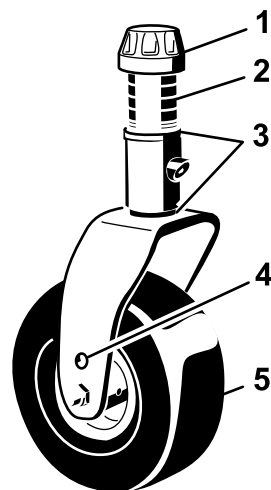

Figure 5
2. Placez les essieux des roues pivotantes dans les mêmes trous sur les deux fourches. Pour choisir les trous correspondants au réglage, reportez-vous à la Figure 5.
3. Enlevez le chapeau de tension de l'axe de pivot (Figure 5) et sortez l'axe du bras pivotant. Remplacez les 2 cales (3 mm) sur l'axe de pivot comme à l'origine. Ces cales sont nécessaires pour que les unités de coupe soient parfaitement de niveau sur toute la largeur. Placez le nombre requis d'entretoises de 13 mm sur l'axe de pivot pour obtenir la hauteur de coupe voulue, puis ajoutez la rondelle.